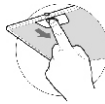

рис. 5
8.3 Для очистки алюминиевого фильтра извлеките его из вытяжки (рис. 5) и произведите очистку с помощью щетки горячим водным раствором нейтрального моющего средства вручную или в посудомоечной машине (при 60°C). Сильно загрязненный фильтр не следует мыть в посудомоечной машине вместе с посудой. Старайтесь не сгибать фильтр при мойке. Возможное изменение цвета фильтра, с течением времени, не приводит к снижению эффективности его действия.
- перед установкой вытяжки снимите алюминиевый фильтр (фильтры), для этого нажмите на пружинный замок на фильтре и потяните его вниз и на себя (рис. 5);